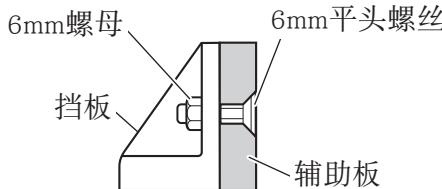
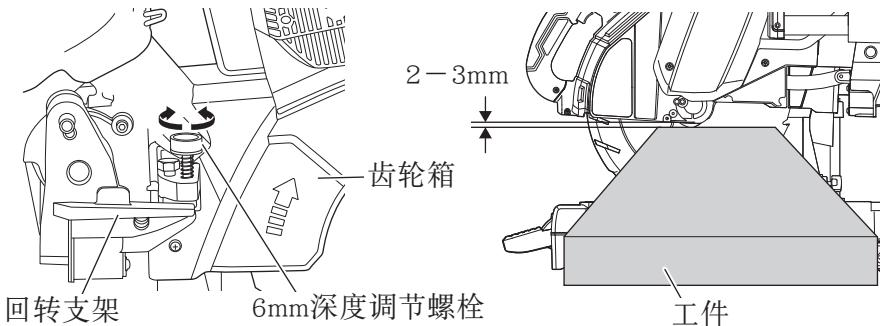

图23
图24
### 6. 切割大工件（图23, 图24）
根据工件高度的不同，可能会出现无法进行完整切割的情况。此时，借助挡板面上的7mm孔（每侧各有两个孔），使用6mm平头螺丝和6mm螺母安装辅助板。（图23）关于辅助板厚度，参见“规格”。
如需调节锯条的下限位置, 请遵照图24 所示的第 (1) 步。
(1) 降低电动头, 然后转动6mm深度调节螺栓, 并按照电动头下限位置和位于锯片下限位置 (6mm深度调节螺栓头碰到回转支架的位置) 时工件顶部之间的间隙为2mm至3mm的原则进行调节。